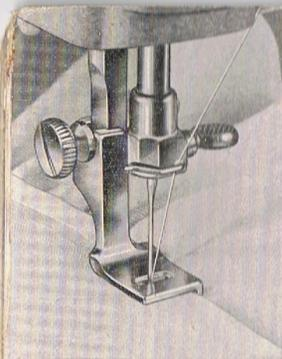

Abb. 23
**Kräuseln und Annähen von Volants gleichzeitig** Abb. 23